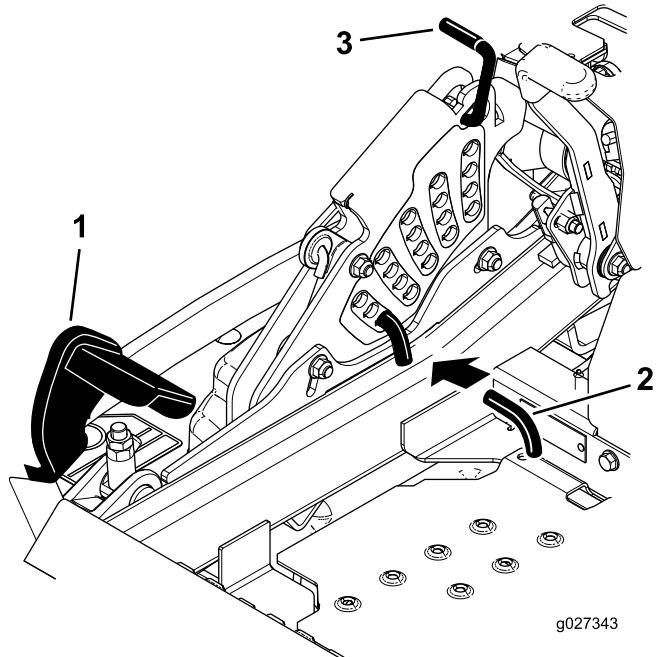

Figura 102
4. Empuje el pedal de elevación de la carcasa hacia delante del todo; la carcasa se enganchará en la posición de transporte de 140 mm (5½") (Figura 102).